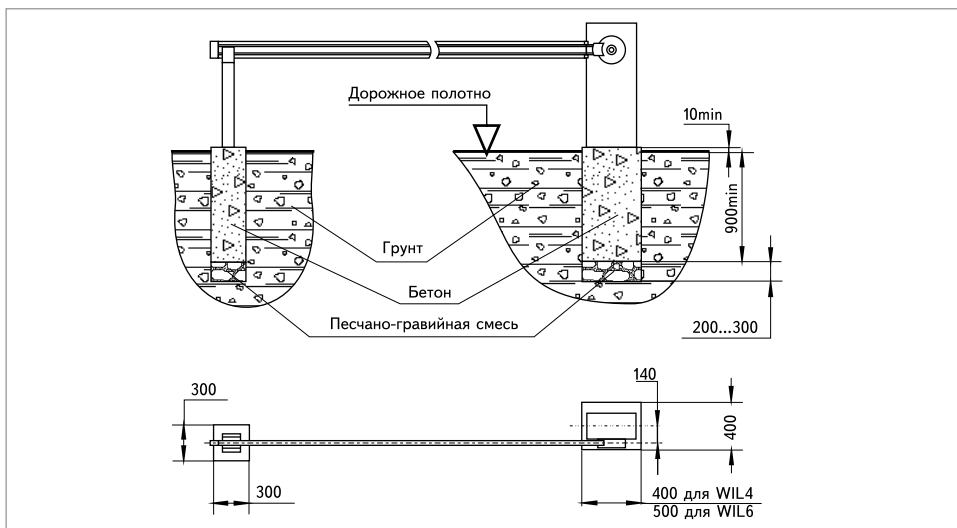

Рисунок 1
2.2 Фундаментные столбы под установку опорной тумбы шлагбаума и стационарной опоры под рейку должны быть заглублены не менее 0,9 метра от уровня земли и залиты на песчано-гравийную подушку толщиной 0,2-0,3 м (см. рисунок 1).